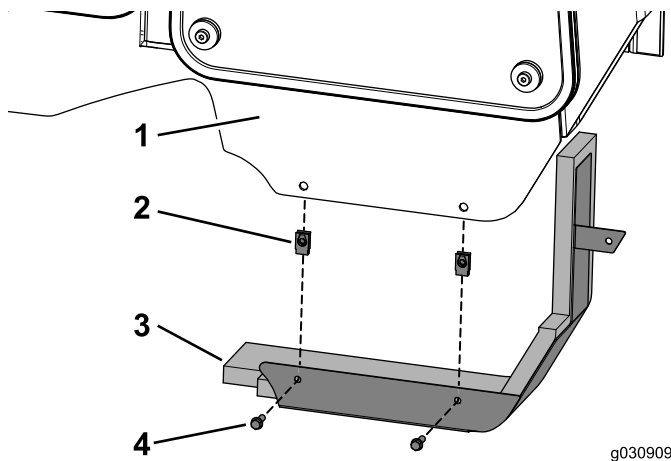

Figure 26
1. Montez les 2 écrous à clip sur le cadre de la cabine (Figure 26).
2. Fixez le panneau à la cabine à l'aide des 2 boulons (1/4 x 3/4 po), comme montré à la Figure 26.